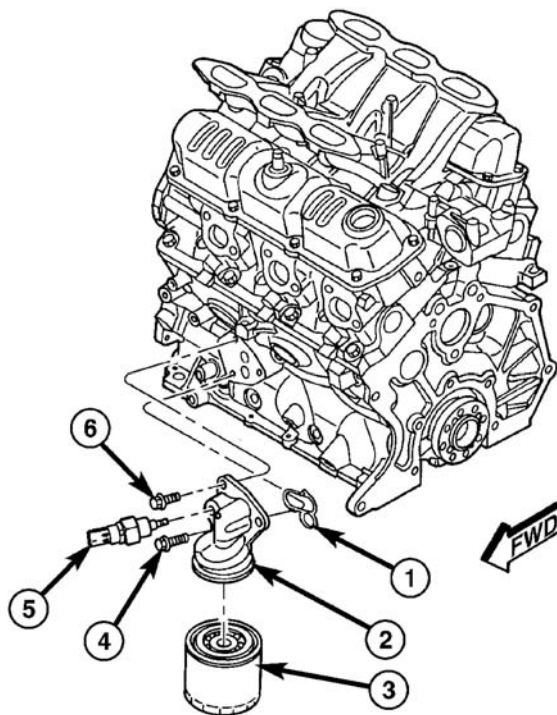

图 110 滤清器接头
- （3）拆卸油压开关（图 110）。
- （1）安装油压开关。油压开关的安装扭矩是 23N.m (200 in. lbs)（图 110）。